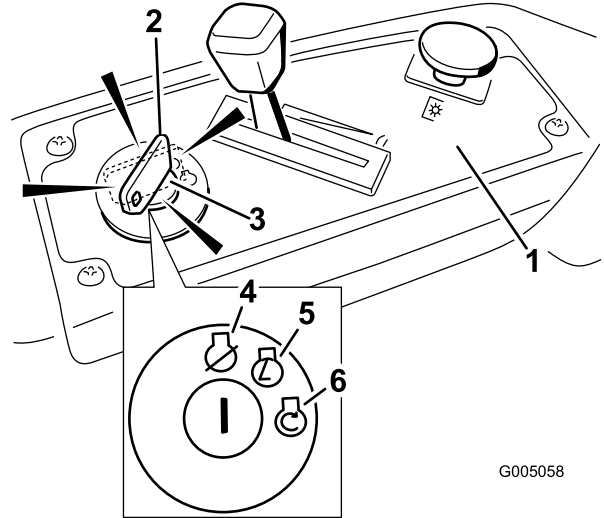

Figure 12
4. Tournez la clé de contact en position de Démarrage pour activer le démarreur. Relâchez la clé quand le moteur démarre (Figure 12).
- Placez la manette d'accélérateur entre la position haut régime et la position à mi course (Figure 12).